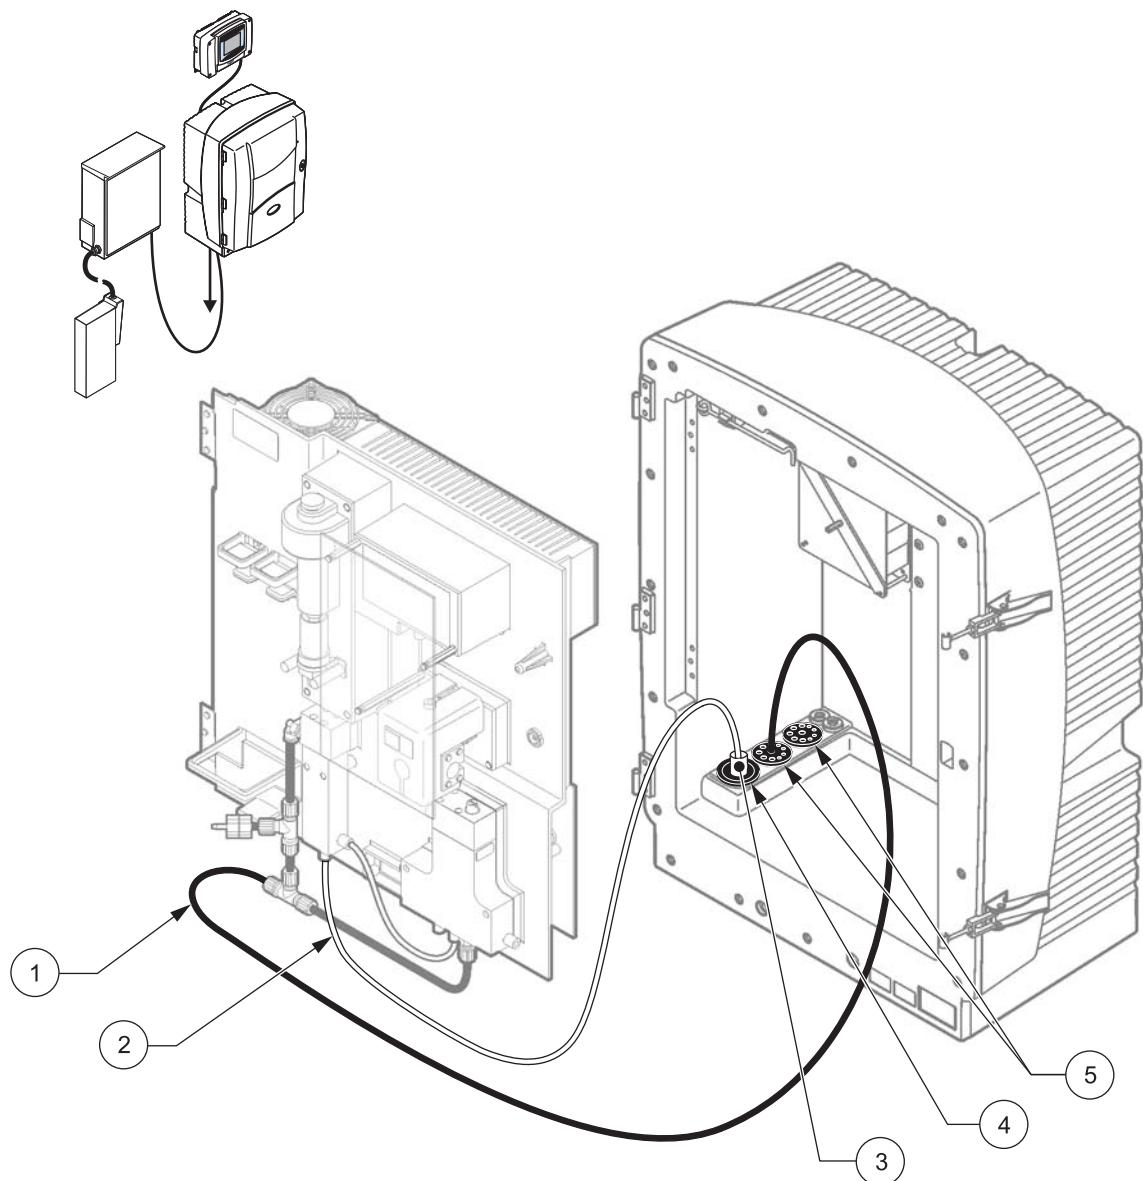

图 29 选项 8a 设置
请参考图 29 以及选项 8a 的以下说明：
2. 通过分析器开口从 FILTRAX 引出加热的软管（图 29, 项目 3）。使用 1 号密封塞加固。